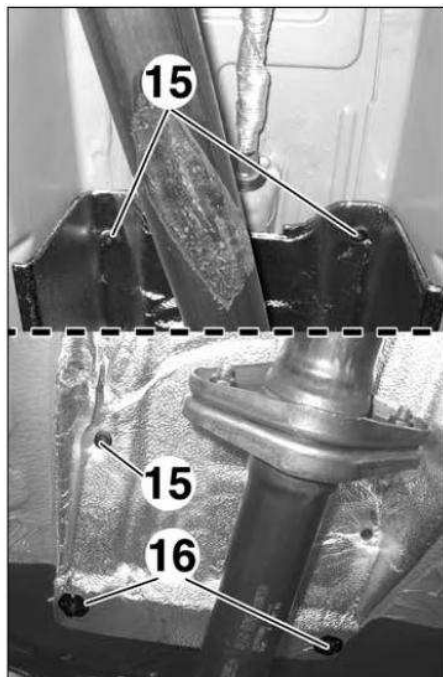

FIG.8
• Staccare i rivetti (15) e i fermi (16) (Fig.8). Fig.8